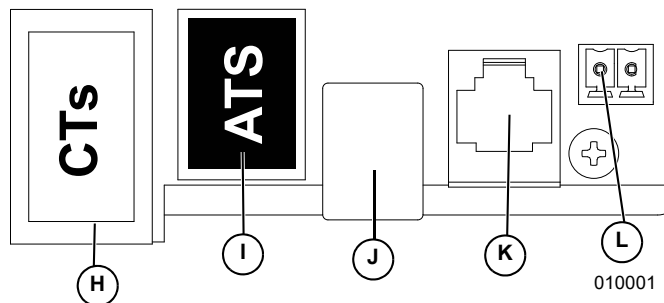

Figura 5-17. Puertos auxiliares
2. Consulte la Figura 5-17. Conecte el cable Cat 5 / Cat 6 a un puerto auxiliar de CT (H).